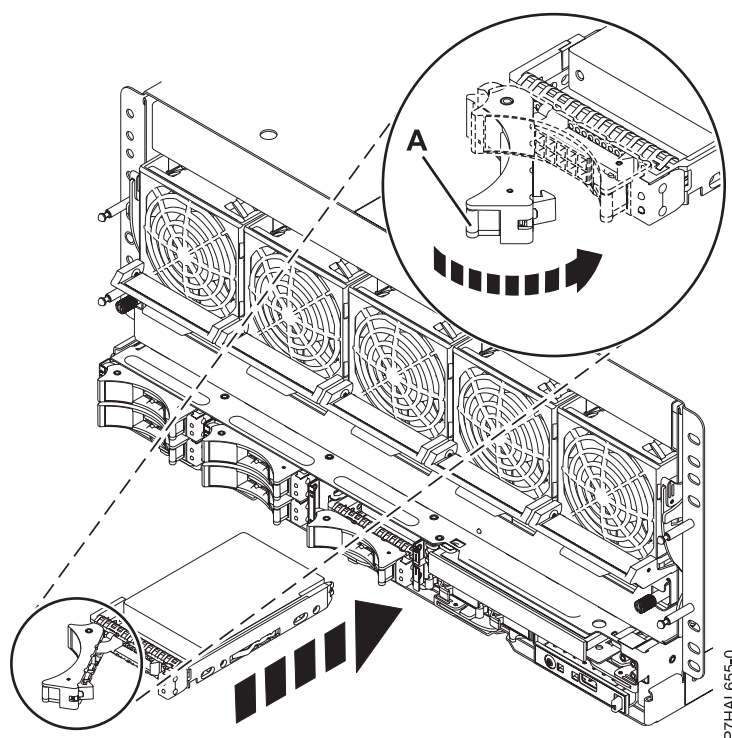

Figura 40. Substitució d'una unitat de disc al sistema
8. Quan el LED d'identificació es torni sòlid, inseriu del tot la unitat de disc o unitat d'estat sòlid en el sistema o unitat d'expansió i feu pressió a la nansa de la unitat (A) fins que quedi bloquejada, tal com es mostra a la Figura 40.